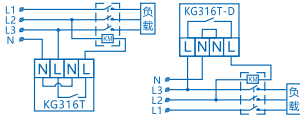
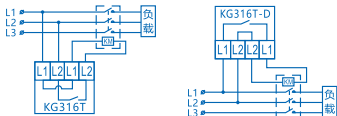

图6 AC220V三相控制接线图 (接触器线圈380V)
图9 AC380V三相控制接线图（接触器线圈380V）
b)控制接触器的线圈电压AC380V 50Hz，接线方式如图6、图9所示。